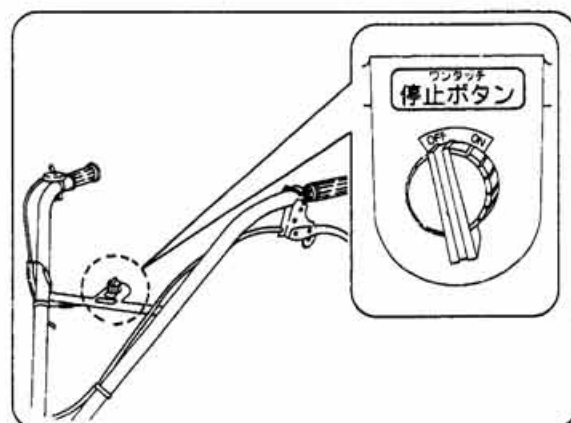

図17
- ③ 停止スイッチを [OFF] 位置にしてください。エンジンが停止します。(図17)